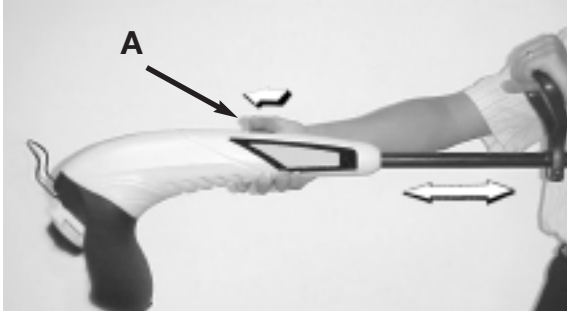

Fig. 6
2. Empuje el botón del seguro de flecha hacia adelante y mueva el maneral hacia atrás o adelante para ajustar longitud deseada. (Fig. 6)